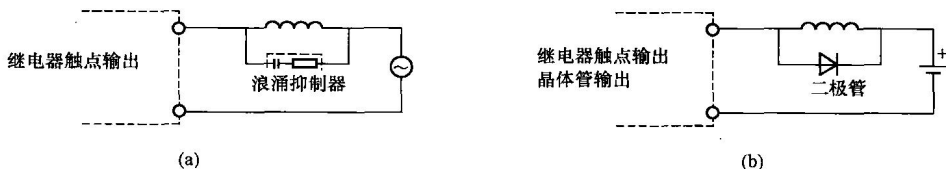

图 1-17 感性负载连接
4) 感性负载的连接。在输出端子上连接感性负载时, 应与负载并联连接浪涌抑制器或二极管, 如图 1-17 所示。